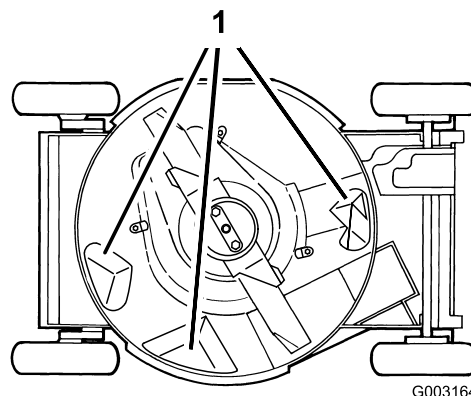

Figura 38
Para asegurar el mejor rendimiento, mantenga limpios los bajos de la carcasa. Tenga especial cuidado de mantener libres de residuos los deflectores (Figura 38).
5. Retire las 2 tuercas de la cuchilla, el protector de césped, el acelerador y la cuchilla (Figura 38).